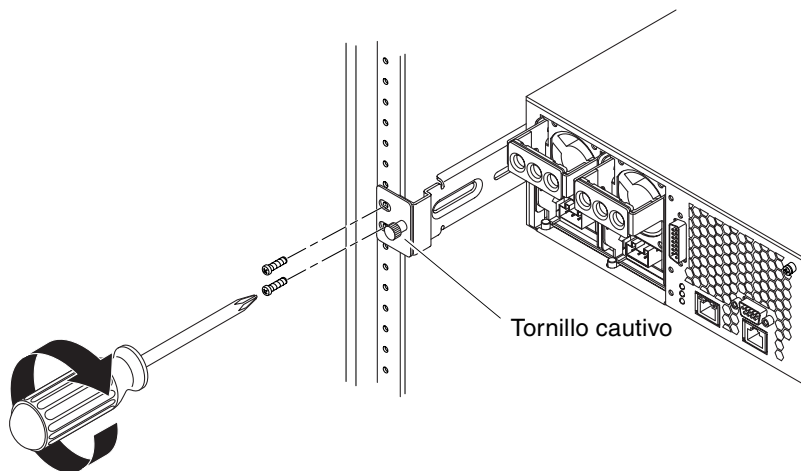

FIGURA 3-5 Fijación de la parte posterior del servidor al bastidor
9. En la parte posterior del bastidor, con los tornillos cautivos, fije las dos acanaladuras de montaje posterior a los soportes de apoyo acoplados al servidor (FIGURA 3-5).
10. Con dos tornillos para cada soporte de apoyo de montaje posterior, fije los soportes de apoyo a la parte posterior del bastidor (FIGURA 3-5). El tamaño de los tornillos varía, según el bastidor.